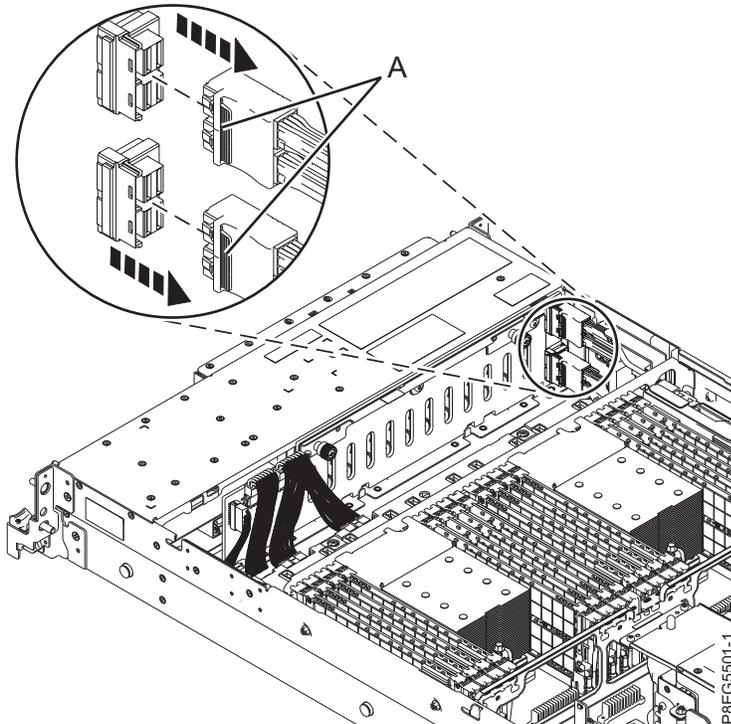

Figura 10. Extracción de los cables SAS frontales de la placa posterior de la unidad de disco
3. Etiquete los cables SAS frontales que están conectados al adaptador interno SAS RAID que desea extraer. Presione el pestillo (**A**) y desconecte el conector del cable de la placa posterior de la unidad de disco, como se muestra en la Figura 10 en la página 13. Deje el otro extremo de los cables conectado al conector P1 o P2 en el adaptador interno SAS RAID hasta que se le indique lo contrario.